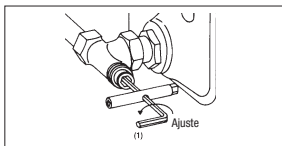

Fig. 4 Ajuste del detentor
3. Ahora ajuste la válvula girando la llave de 6 mm (1) en sentido antihorario el nº de vueltas seleccionado del diagrama (fig. 4).